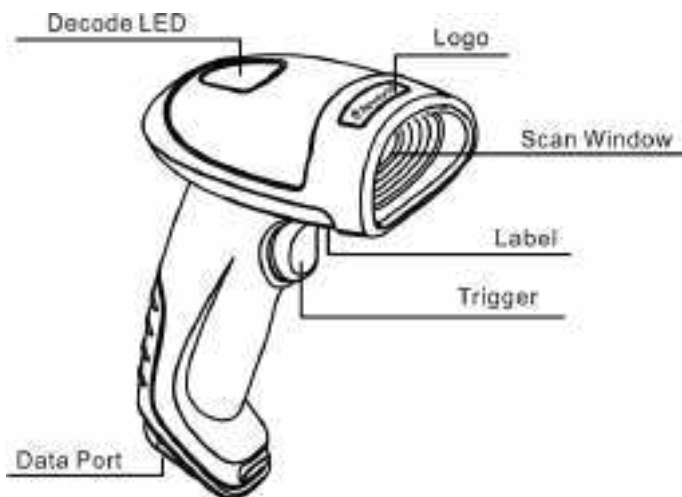

Рис. 1-1
1. Подключите разъем RJ45 к порту данных (см. рис. 1-1) на сканере HR3280.